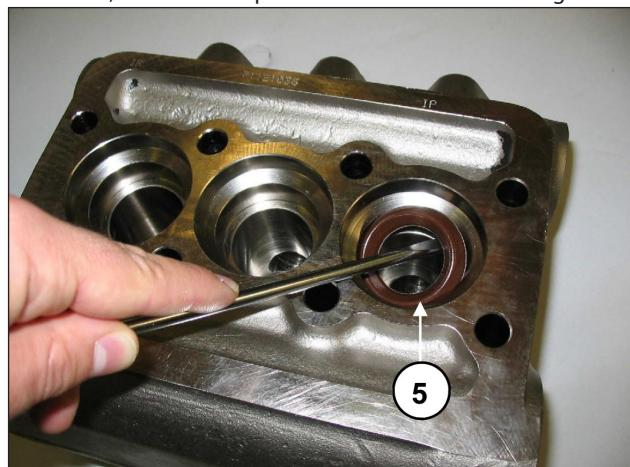

Abb. 21
- Ziehen Sie die HD-Dichtungen vom Kopf und die ND-Dichtungen aus ihrer Halterung mithilfe einfacher Werkzeuge gemäß Abb. 21 heraus, Pos. ⑤, und achten Sie darauf, nicht die entsprechenden Sitze zu beschädigen.